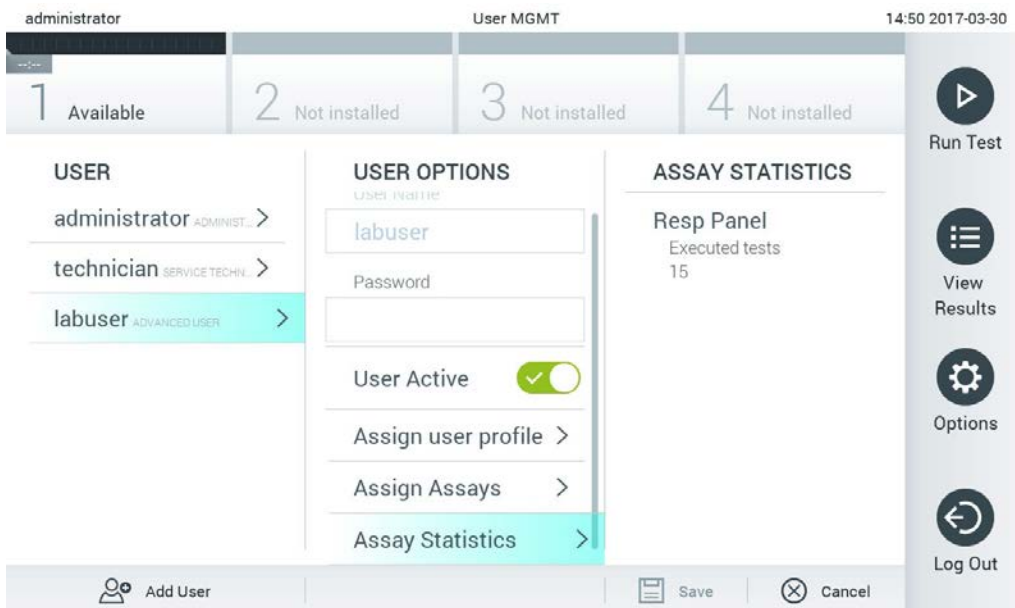

Figura 62. Visualização das estatísticas do ensaio.
- Assay Statistics (Estatísticas do ensaio): apresenta o número de vezes que um ensaio foi executado pelo utilizador seleccionado (Figura 62).